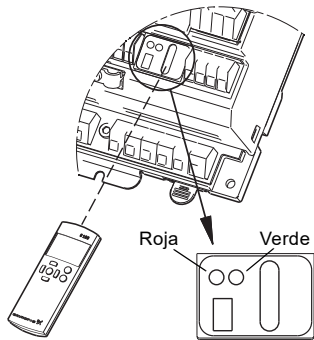

Fig. 7 R100 y luces testigo
1. Apuntar con el R100 al IO 351 y pulsar (OK). Ver fig. 7.
5. Apuntar con el R100 al IO 351 y pulsar (OK).
Ver fig. 7.